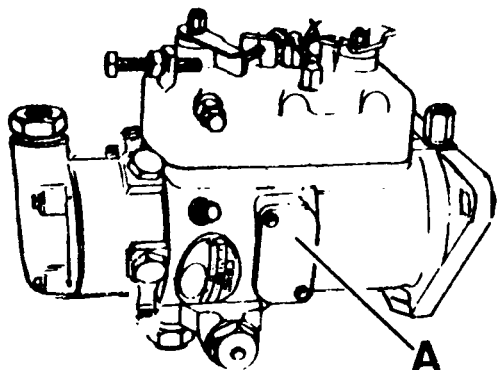

Fig. A1-45 Sincronizado interior de la bomba inyectora
- A) Desmontar la tapa, A (Fig. A1-45) de la ventana de inspección.
- 2.4.10. Montar la junta de caucho de la tapa, A (Fig. A1-45) de la bomba, e instalar definitivamente dicha tapa.